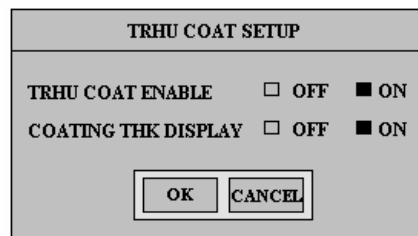

Figura 37. Cuadro de dialogo de configuración de revestimiento por capa.
2. Presione la tecla **ZERO** y se abrirá un cuadro de diálogo que dice *Thru-Coat Setup* (figura 37).